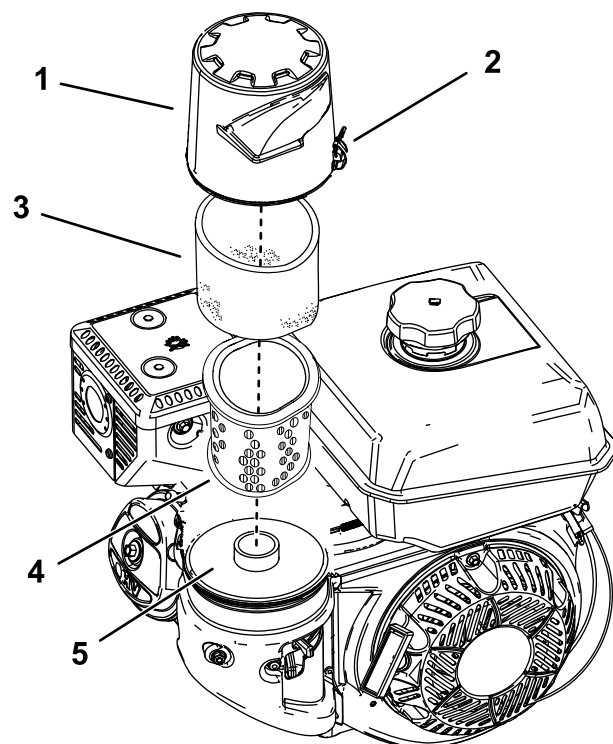

Рисунок 17
3. Откройте защелку крышки воздухоочистителя (Рисунок 17).
5. Снимите элементы из пеноматериала и бумаги с основания (Рисунок 17).
6. Снимите элемент из пеноматериала с бумажного элемента (Рисунок 17).